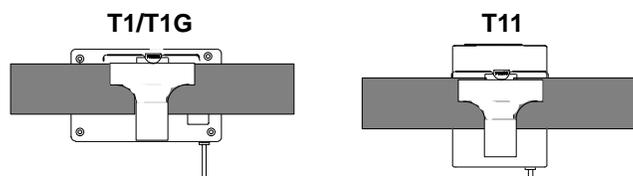

FIGURA 6. AJUSTE DO TRANSMISSOR
1. Fixe o transmissor ao seu cinto, à correia da guitarra ou ao cós conforme demonstrado na Figura 6. Aperte a lingüeta marcada com PRESS (PRESSIONE) e deslize o cinto ou a correia entre o corpo do transmissor e a presilha do cinto. Para ter estabilidade adicional, puxe a correia ou o cinto através do arame superior da presilha, especialmente quando utilizar correias de guitarra mais finas.